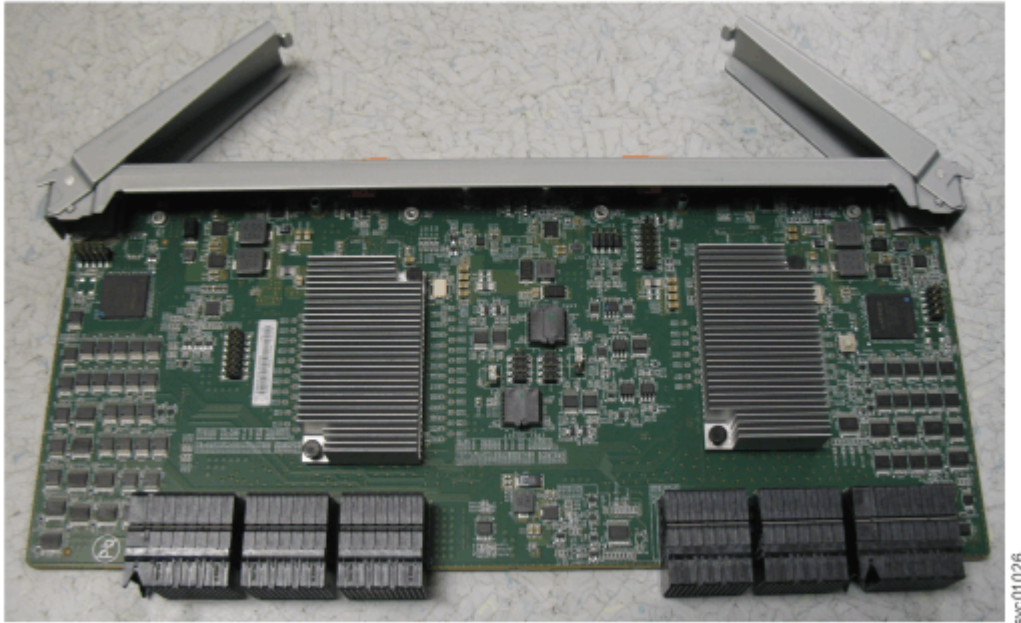

Figure 88. Ouverture des poignées du module d'extension secondaire
3. Faites pivoter les deux poignées du nouveau module d'extension secondaire vers une position ouverte, comme indiqué dans la Figure 88, à la page 77.